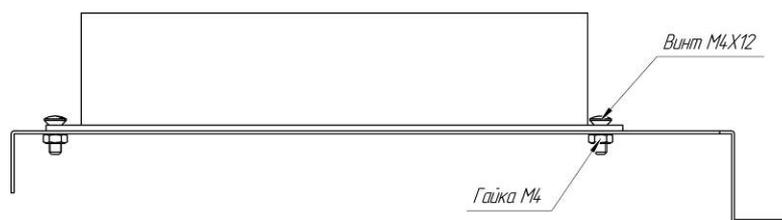

Рисунок 4. Установка блока питания к кронштейну.
4.3. Установить блок питания в светильник к кронштейну и зафиксировать блок питания винтами М4х15 и гайками М4 как показано на рисунке (см. рисунок 4).